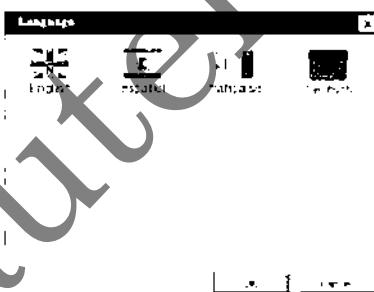

Рисунок 3-3
- 2) Используя **кнопки прокрутки вверх/вниз**, выберите необходимый язык интерфейса, после чего нажмите **кнопку OK**, чтобы сохранить выбранное значение и вернуться в предыдущее окно. См. рисунок 3-3.